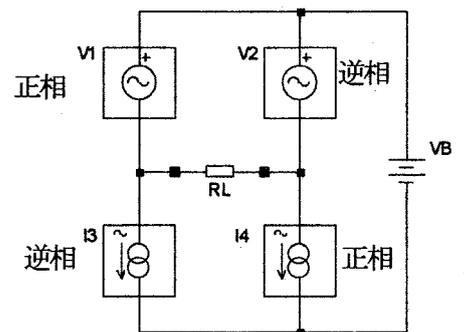

図 10
#### (2) 良さそうな構成・・・(図10)
○電圧源(低インピーダンス)と電流源(高インピーダンス)が接続されているので、過電流の危険性は少ない・・・(図10)